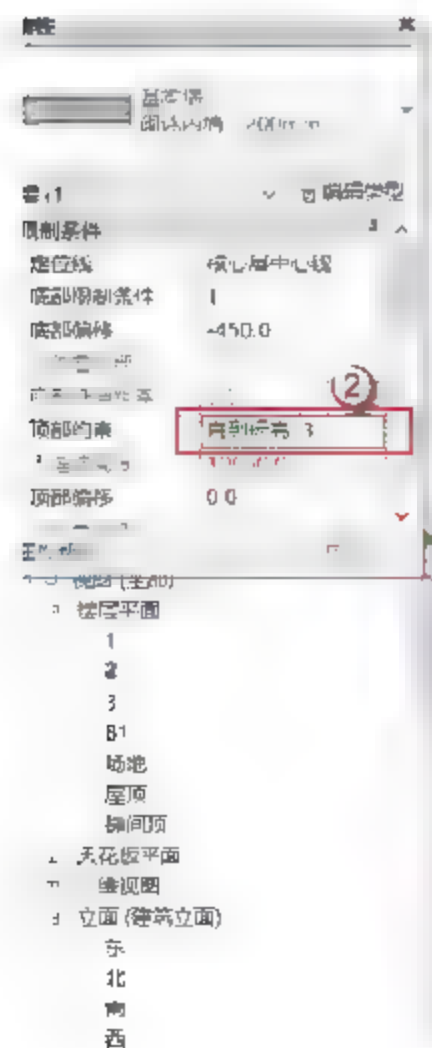

图 11.1.4 复制二层部分内墙
(2) 复制二层内墙。由于从二层可以看到和选择一层的内墙，且楼层一墙体和二层略有差别，不能直接复制楼层，所以本项目采用一层墙一面面向上复制。复制第一面墙，先选中要复制的墙体，然后在“属性”面板中将其“顶部约束”改为“直到标高：3”，如图 11.1.4 所示；复制第二面墙，选中第二面墙体，然后在“属性”面板中将其“顶部约束”改为“直到标高：3”，如图 11.1.5 所示。重复上述步骤，完成其他墙体的复制，如图 11.1.6 所示。